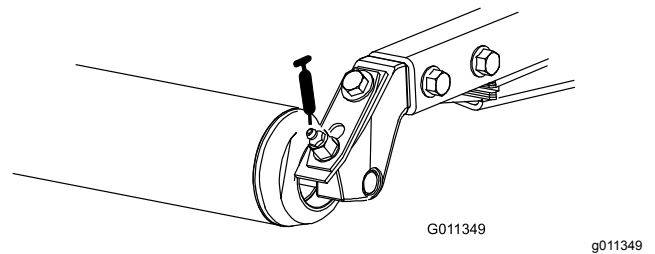

Bild 50
- Hintere Rollenlager (2 pro Mähwerk) (**Bild 50**)